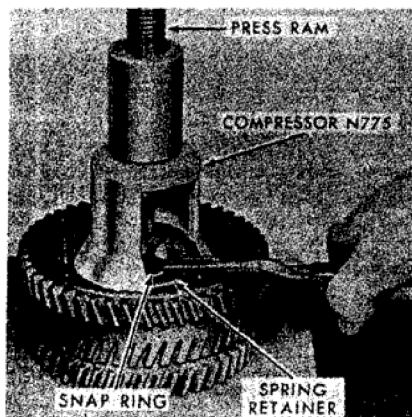

Fig. 364-Compressing clutch piston return spring to permit retaining snap ring removal. Select-O-Speed clutch assembly is shown; however, procedure is same.
Verwijder de gietijzeren ringen (12) uit de achterklep van de koppelingsbehuizing. Verwijder de snapring (11), koppelingsdrukplaat (10) en koppelingschijven (8 en 9). Plaats koppelingsbehuizing in de pers en gebruik select-O-Speed transmissiekoppelingsveercompressor (Nuday tool Nr. N775) zoals afgebeeld in Fig. 364, comprimeren koppeling veer (5-Fig. 357) en verwijder snap ring (7). Laat geleidelijk de veer los, verwijder vervolgens het